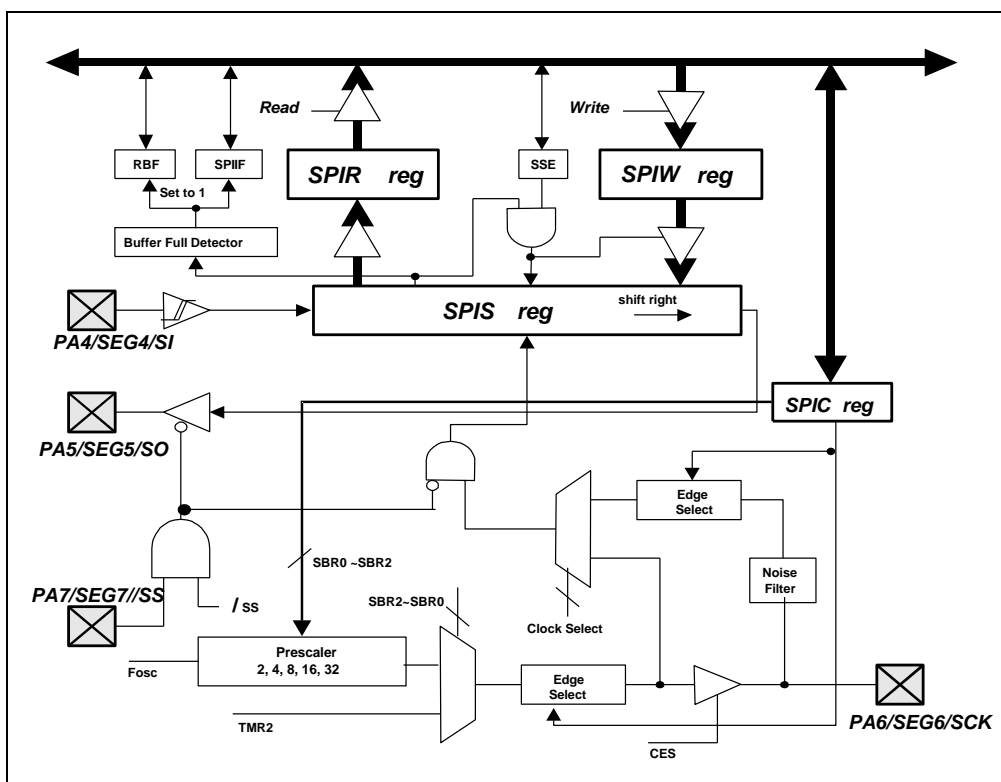
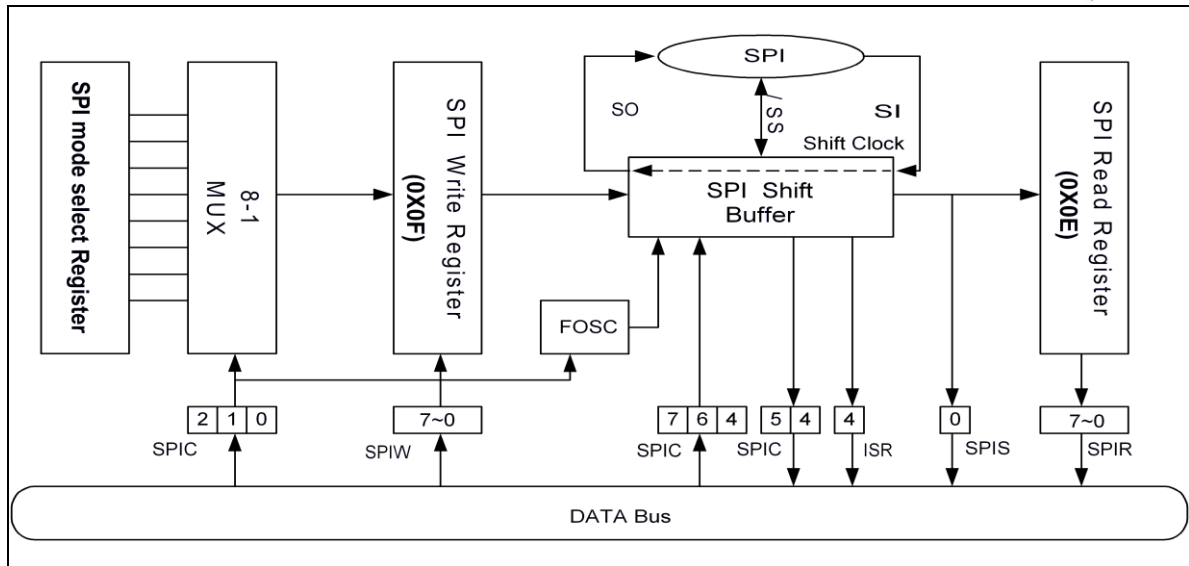

图6-22 SPI功能结构图
图6-23 SPI传输的功能结构图
下面是每个模块的功能和 SPI 通讯是如何实现的说明，如图 6-22 和图 6-23 的描述。
- 时序如图 6-23 和 6-24 所示